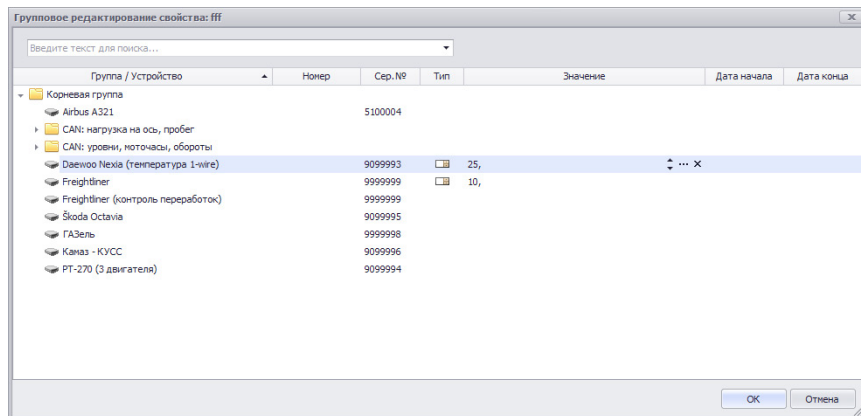

Рис.11. Групповое редактирование свойства.
- откроется меню «Групповое редактирование свойства» (Рис.11), в котором необходимо выбрать ТС и задать значение редактируемого свойства для этого ТС, а также настроить таблицу значений при необходимости.